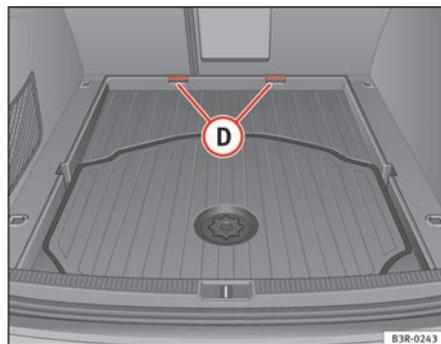

Fig. 125 Plancher de chargement agrandi
- Tirez le plancher de chargement complet hors des fixations (D) ⇒ fig. 125 vers l'arrière du véhicule.